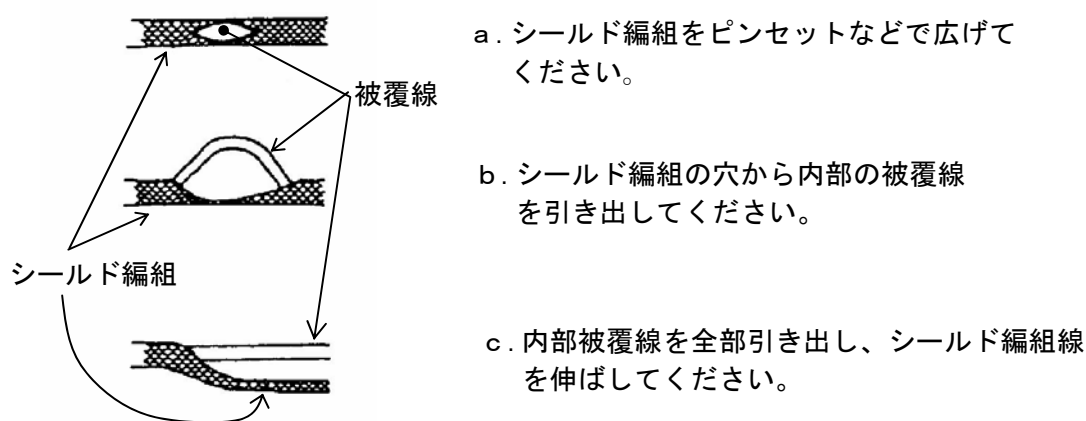

図 5.9 信号ケーブルシールド編組処理法
- ・シールド編組はバラバラにほぐすことなく、図 5.9 に示したように処理してください。